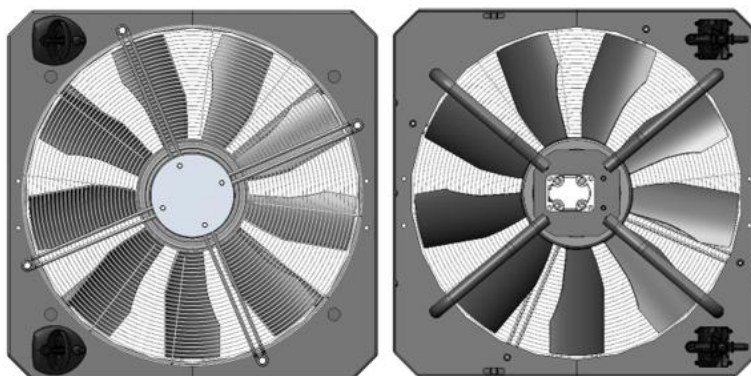

Рисунок 5.38. Крыльчатка вентилятора
- Осмотреть крыльчатку вентилятора на наличие повреждений, рис. 5.38.